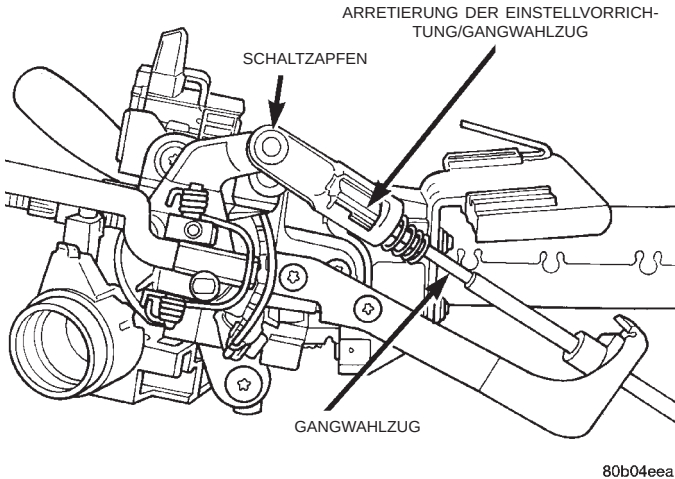

**Abb. 22 Arretierung der Einstellvorrichtung/
(9) Gangwahlzug am Führungsbügel einhängen und mit neuer Halteklammer befestigen.
(10) Gangwahlzug (Schalthebel in Stellung P) am Schaltzapfen einrasten.
(11) Getriebeseitigen Schalthebel auf P stellen. Lenksäule vollständig nach unten neigen. Schalthebel an der Lenksäule bei abgezogenem Zündschlüssel in Stellung P bringen.
(12) Seilzug einstellen. Hierzu die Einstellvorrichtung in Verriegelungsstellung drehen (Abb. 22). Die Arretierung der Einstellvorrichtung rastet mit einem hörbaren Klicken ein.